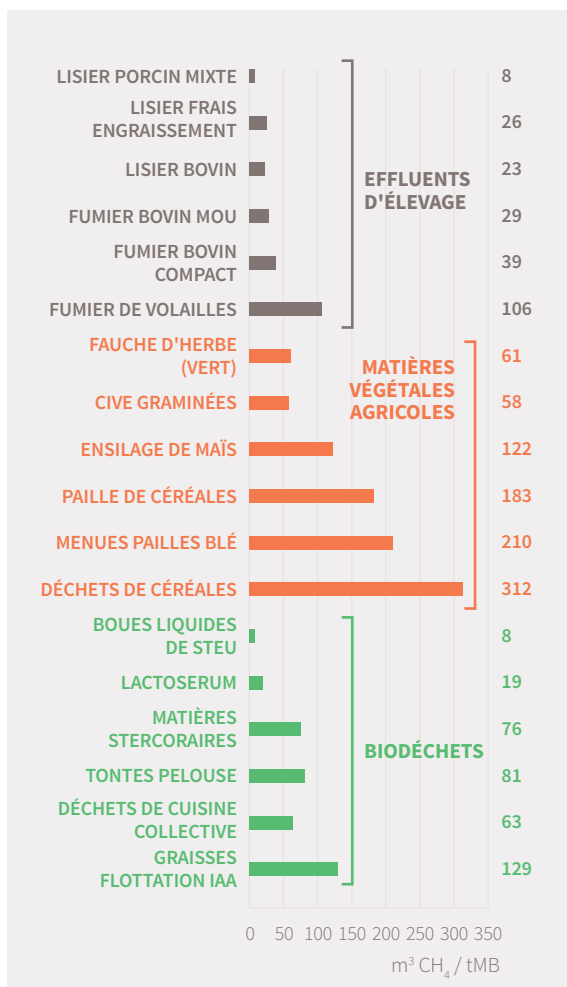

Figure 4 : Potentiels méthanogènes moyens des principaux substrats utilisés en méthanisation en volume de méthane par tonne de matière brute
■ **Les matières végétales agricoles** : Il s'agit soit de matières produites sur l'exploitation (ensilages de cultures intermédiaires, cultures fourragères, pailles et menus pailles), soit de résidus de cultures, soit de résidus du tri et du stockage de matières premières (déchets et issues de silo). Les végétaux ont des potentiels méthanogènes intéressants (voir Figure 4). Comme ils sont riches en carbone, ils équilibreront facilement la ration ; ils ont également une bonne dégradabilité et se stockent facilement.
- **Les menues pailles** : le rendement méthanogène est très intéressant (voir Figure 4) et la récupération permet également de diminuer la pression d'adventices dans les champs. Compter un rendement moyen de **1 à 2 t/ha** (proportionnel au rendement en paille).